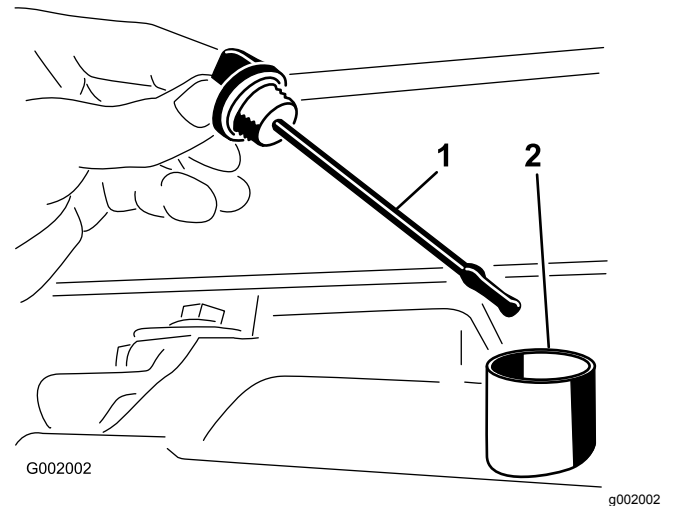

Figura 49
2. Retire la varilla del transeje y límpiela con un paño limpio (Figura 49).